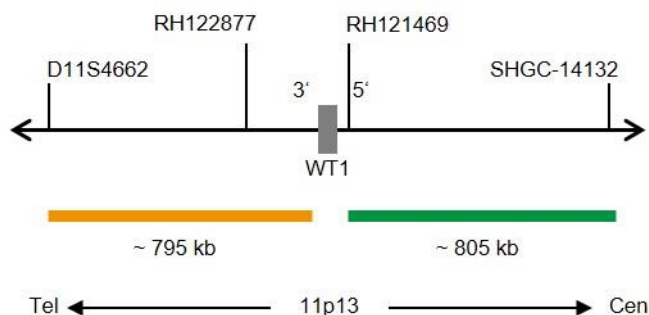

Fig. 1: SPEC WT1 Mapa de la sonda (no está a escala)
- Polinucleótidos marcados en verde (excitación a 503 nm/emisión a 528 nm) ZyGreen (~10 ng/μl), dirigidos a secuencias localizadas en 11p13* (chr11:32,492,523-33,297,615) proximales a la región del punto de ruptura de WT1 (ver Fig. 1).
- Polinucleótidos marcados en naranja (excitación a 547 nm/emisión a 572 nm) ZyOrange (~4,5 ng/μl), dirigidos a secuencias localizadas en 11p13* (chr11:31,590,767-32,388,208) distales a la región del punto de ruptura de WT1 (ver Fig. 1).